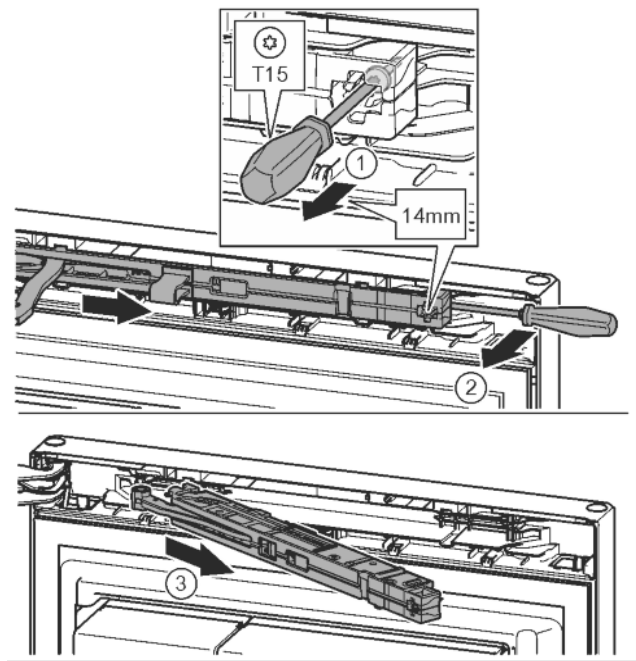

Fig. 14
- Schraube an Schließdämpfereinheit mit Schraubendreher T15 ca. 14 mm lösen. Fig. 14 (1)
- Mit einem Schraubendreher griffseitig hinter die Schließdämpfereinheit fahren und nach vorne drehen. Fig. 14 (2)
- Schließdämpfereinheit herausziehen. Fig. 14 (3)